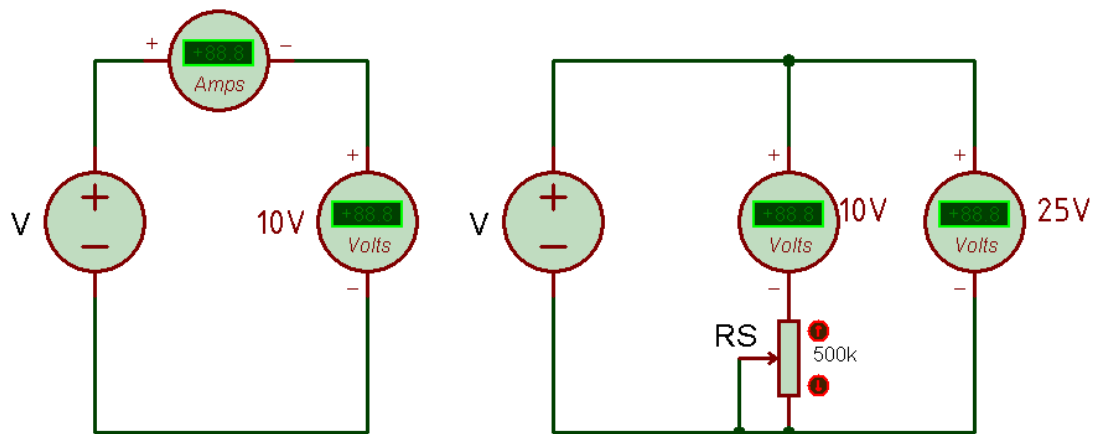

Fig. 1: Izq: Medición de corriente para determinación de la impedancia interna del voltímetro. Der: Circuito de ampliación de escala de un voltímetro.
1. Arme el circuito de la Fig. 1, de la izquierda. Determine el valor de la resistencia interna del voltímetro R_v . Previamente realice los siguientes ajustes:
2. Arme el circuito de la Fig. 1, de la derecha